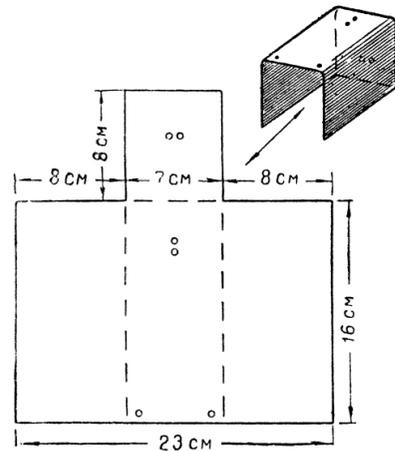

Рис. 2. Заготовка корпуса живоловки
**Обыкновенная живоловка.** На рис. 1 изображена наиболее распространенная живоловка с захлопывающейся дверцей, а на рис. 1а дана схема ее работы. Изготавливается живоловка так: берется обрезок доски толщиной 1—1,5 см и размером примерно 18×7 см. Из куска жести по чертежу (рис. 2) вырезают заготовку корпуса, которую затем сгибают, как показано на рисунке. В заготовке, в местах, указан-